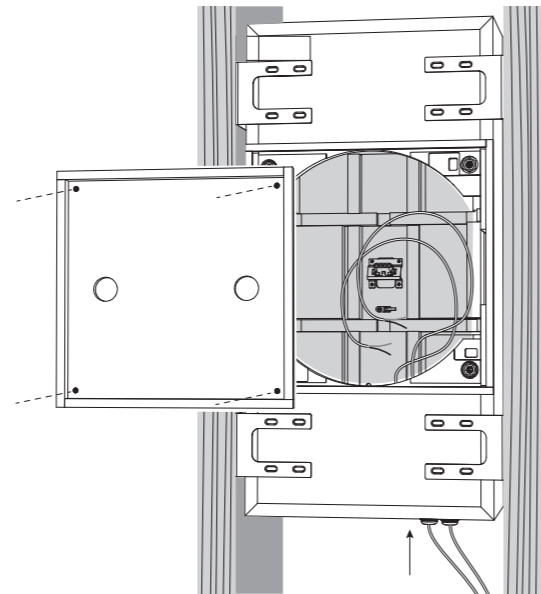

Fig. 3. Speaker Wire Installation.
1. Ta bort locket från den bakre burken genom att lossa de fyra skruvarna som håller den på plats (fig. 3).
2. Installera högtalarkabeln genom en av kabelförskruvarna och låt tillräckligt med slack för att göra anslutningarna (fig. 3). Dra åt kabelförskruvningen och bind fast högtalarkabeln för att förhindra att den rör sig och skramlar i drift. Se till att högtalarkabeln inte kommer i kontakt med spikar eller skruvar som kan skada isoleringen. En andra kabelförskruvning tillhandahålls för att installera en andra högtalarkabelkörning.